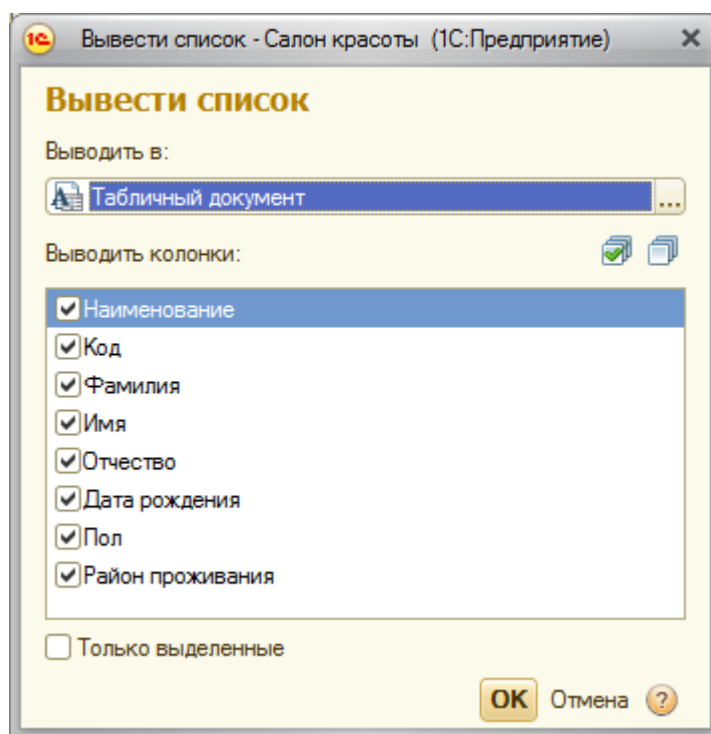

Рисунок 9.8. Окно Настройка списка
16. Для формирования простейших отчетов, пользователь может воспользоваться стандартной функциональностью, присутствующей в 1С:Предприятие 8. Для этого, открыв, например, список справочника, он может выполнить команду **Все действия > Вывести список**. Появится окно **Вывести список**, Рисунок 9.8, где в поле **Выводить в** можно выбрать либо **Табличный документ** (его обычно и используют), либо – **Текстовый документ**.